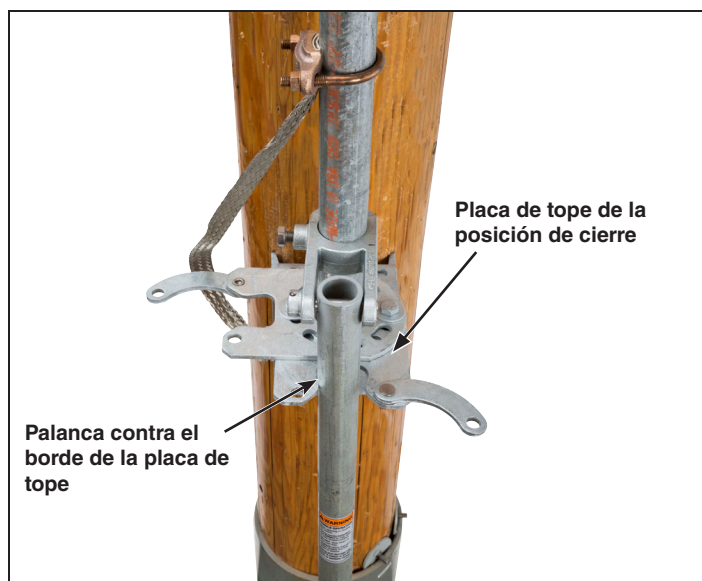

Figura 18. Ajuste de la placa de tope de la posición de cierre.
- (b) Los orificios de la placa de tope están ranurados para permitir un espacio para el ajuste. Posicione la palanca de operación en la placa de tope y gire la palanca de operación hasta donde llegue en la posición de **Cierre**. (Al contrario de las manecillas del reloj es lo estándar en los interruptores que utilizan el mecanismo de operativo giratorio). La palanca deberá estar apretada contra el borde de la placa de tope. Vea la Figura 18. Marque la posición de la placa de tope cerrada. Vea la Figura 19 (izquierda).